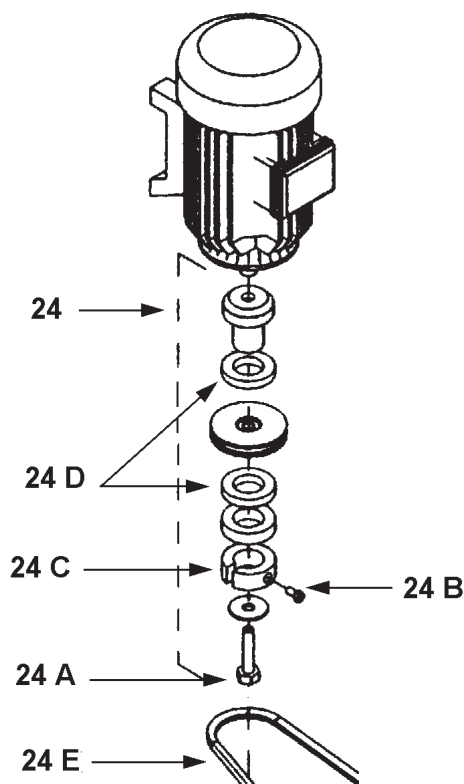

Fig. 15
- Replace the torque limiter rings (item 24, fig. 15) and re-assemble by following the procedure in reverse order.
- Tighten the adjuster nuts manually (item 24/C) by means of a torque wrench, calibrated at 19 kpm (tightening torque 180 Nm) and tighten the locking screws firmly (item 24/B).
- Refit the torque limiter in the motor, and lock tightly using the locking bolt (item 24/A).
- Die Kupplungsringe (Pos. 24, Abb. 15) ersetzen und die Rutschkupplung wieder zusammenbauen, indem man in umgekehrter Reihenfolge vorgeht.
- Замените кольца ограничителя крутящего момента (поз. 24, рис.15) и соберите его, проделав все операции в обратном порядке.
- Sostituire gli anelli del limitatore di coppia (pos.24, fig.15) e riasssemblarlo effettuando il procedimento inverso.
- Stringete manualmente il dado di regolazione (pos.24/C) con una chiave torsiometrica, tarata a 19 kpm (coppia di serraggio 180 Nm) ed avvitate fermamente la vite di bloccaggio (pos.24/B).
- Rimontate nel motore il limitatore di coppia, serrando fermamente il bullone di fissaggio (pos. 24/A).